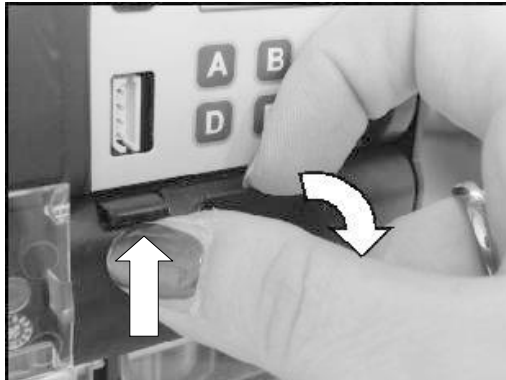

Fig. 1
2. Décrochez la languette supérieure (Fig. 1).